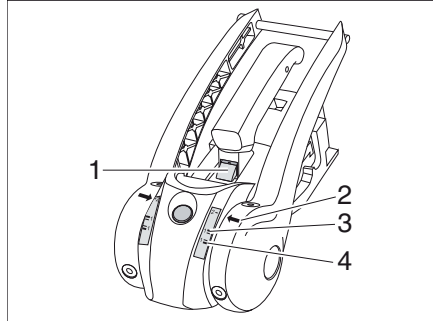

Fig. 160 Contrôle d'usure des garnitures de friction
- Lorsque le marquage vert est visible (Fig. 160,1), les garnitures de friction à l'avant et à l'arrière sont encore en ordre. Si le marquage vert n'est plus visible, les garnitures de friction doivent être remplacées.
- Si la flèche (Fig. 160,2) en dessous du marquage d'arrimage en douceur 1 est verte, (Fig. 160,4) les garnitures de friction à droite et à gauche sont en ordre. Si la flèche (Fig. 160,2) au-dessus du marquage d'arrimage en douceur 1 est rouge (Fig. 160,3), les garnitures de friction doivent être remplacées.
- Lorsque le marquage vert est visible (Fig. 160,1), la rotule d'attelage est en ordre. Si le marquage vert n'est plus visible, le diamètre de la rotule d'attelage est < 49 mm et la rotule d'attelage doit être remplacée.